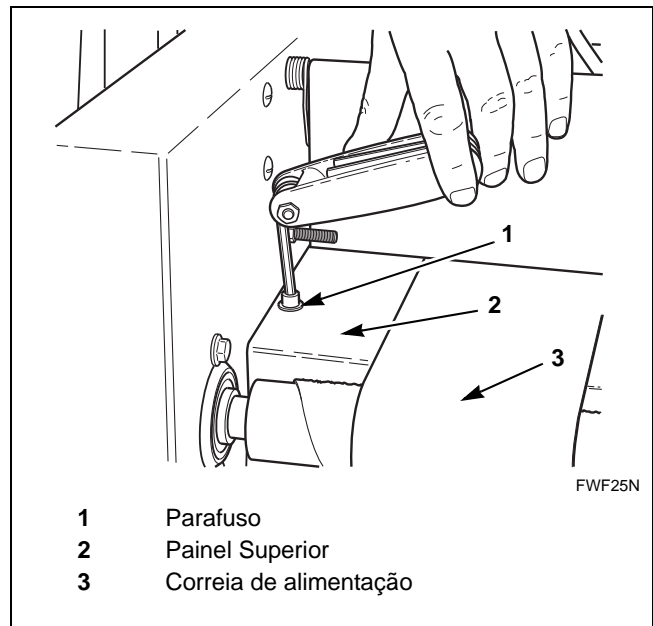

Figura 30
5. Remova o parafuso do lado esquerdo do painel superior (atrás do rolo de alimentação). Consulte *Figura 30*.